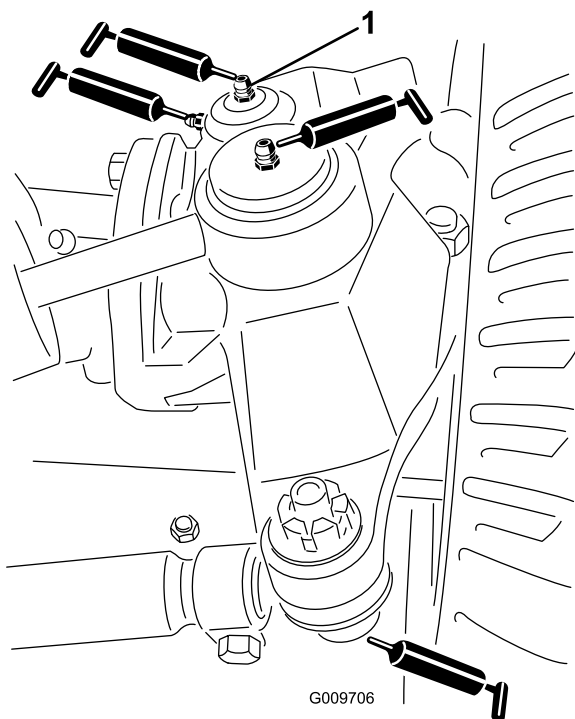

Figura 35
- Articulaciones esféricas de cilindro de dirección (2) tal y como se muestra en la Figura 35
- Articulaciones esféricas de biela (2) tal y como se muestra en la Figura 35
- Casquillos de pivote de dirección (2) tal y como se muestra en la Figura 35